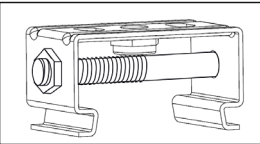

Рис. 2
**Внимание!** Для надежной фиксации осветительного прибора необходимо использовать стягивающие болты, входят в комплект поставки. Болты необходимо установить в боковые отверстия на скобах и затянуть гайкой (рис. 2).